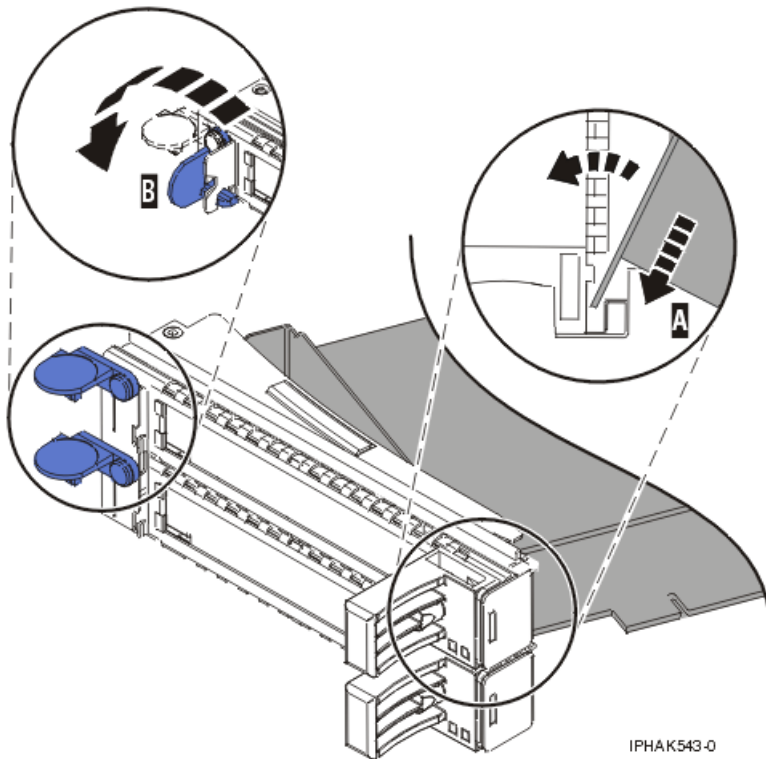

Figure 74. Remplacement de la carte de la cassette de cartes PCI
- a. Placez le levier de blocage de la contre-poupée en position ouverte et insérez fermement la carte dans le bloc de retenue A. Pour plus d'informations, voir figure 74, à la page 84.
- d. Positionnez les crochets de retenue pour soutenir l'adaptateur, puis faites pivoter l'étrier de retenue (B) pour le verrouiller. Pour plus d'informations, voir figure 74.